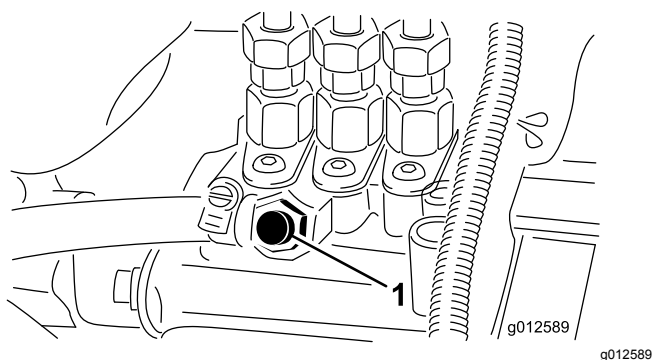

Figura 28
5. Aprite la vite di spurgo dell'aria, situata sulla pompa di iniezione del carburante (Figura 28).